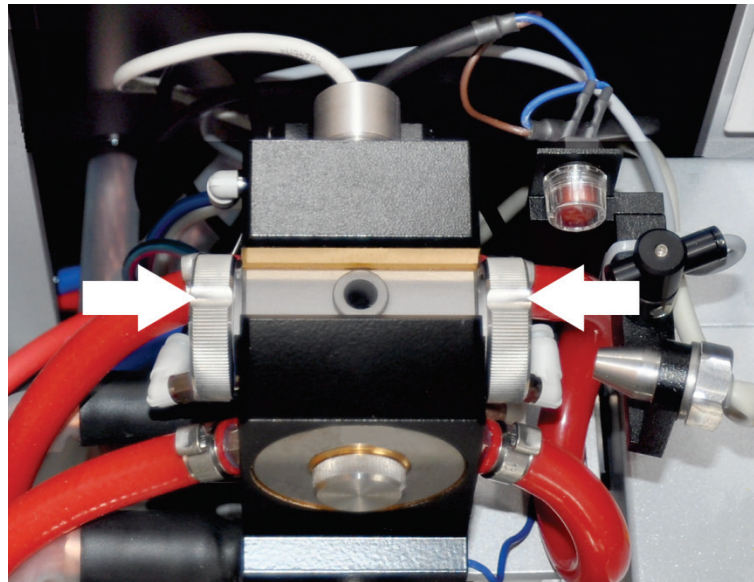

Abb. 53 Markierungen an den Ofenfenstern
Gleiche Markierungen müssen nach oben zeigen (→ Abb. 53)!
**Hinweis:** Gleiche Markierungen an den Ofenfenstern müssen nach oben weisen (siehe Abb. 53 S.97).